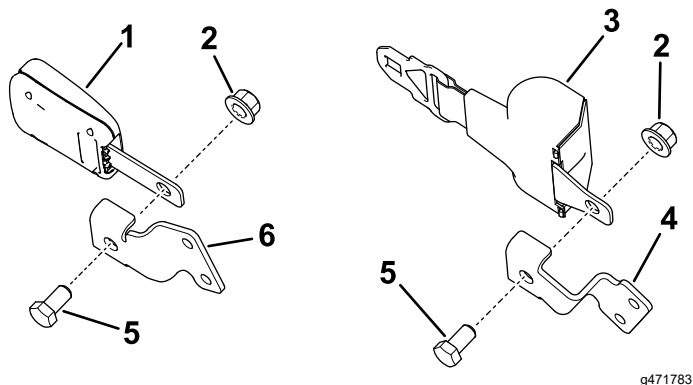

Figura 9
- Montate le cinture di sicurezza collegando fibbia e timone all'interno delle staffe delle cinture di sicurezza con 2 bulloni a testa esagonale (1/2" x 1") e 2 dadi di bloccaggio (1/2"), come illustrato nella Figura 9.